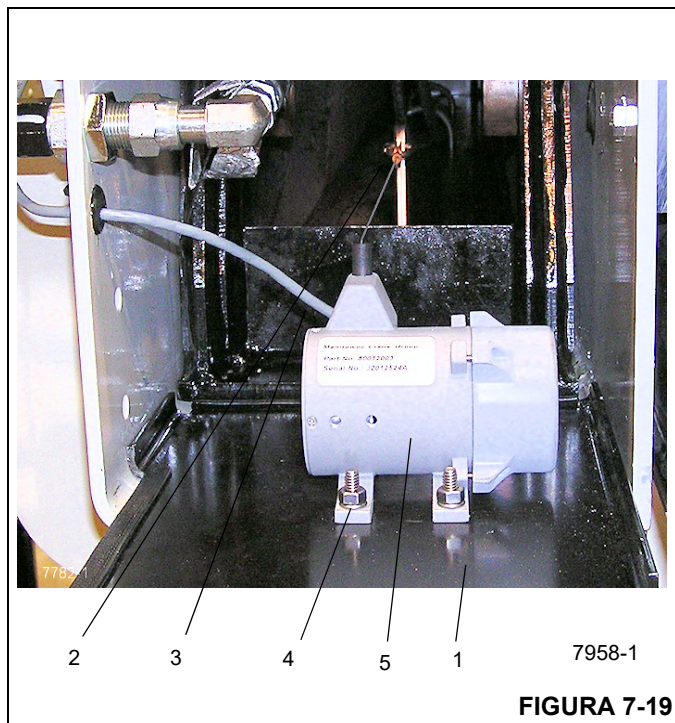

FIGURA 7-19
2. Retire la escuadra de la cubierta de la caja del estabilizador (1, Figura 7-19).
3. Desconecte la pinza de resorte (2, Figura 7-19) de su punto de conexión en la viga del estabilizador.
4. Desconecte el conector eléctrico (3, Figura 7-19) en el potenciómetro en serie.
5. Retire los tornillos que fijan el potenciómetro en serie (4, Figura 7-19).
6. Retire el potenciómetro en serie (5, Figura 7-19).
2. Utilice los tornillos (4, Figura 7-19) para montar el potenciómetro en serie en la escuadra de la cubierta de la caja del estabilizador.
3. Conecte el conector eléctrico (3, Figura 7-19) al potenciómetro en serie.
4. Conecte la pinza de resorte (2, Figura 7-19) a su punto de conexión en la viga del estabilizador.